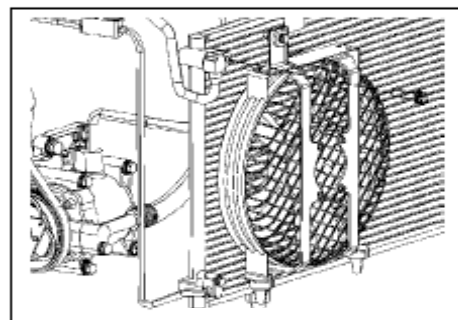

Рис. 470
- (1) Открутите болт, отсоедините трубку подачи хладагента к конденсатора(рис. 470).
- (2) Снимите круглое уплотнительное кольцо трубопровода.